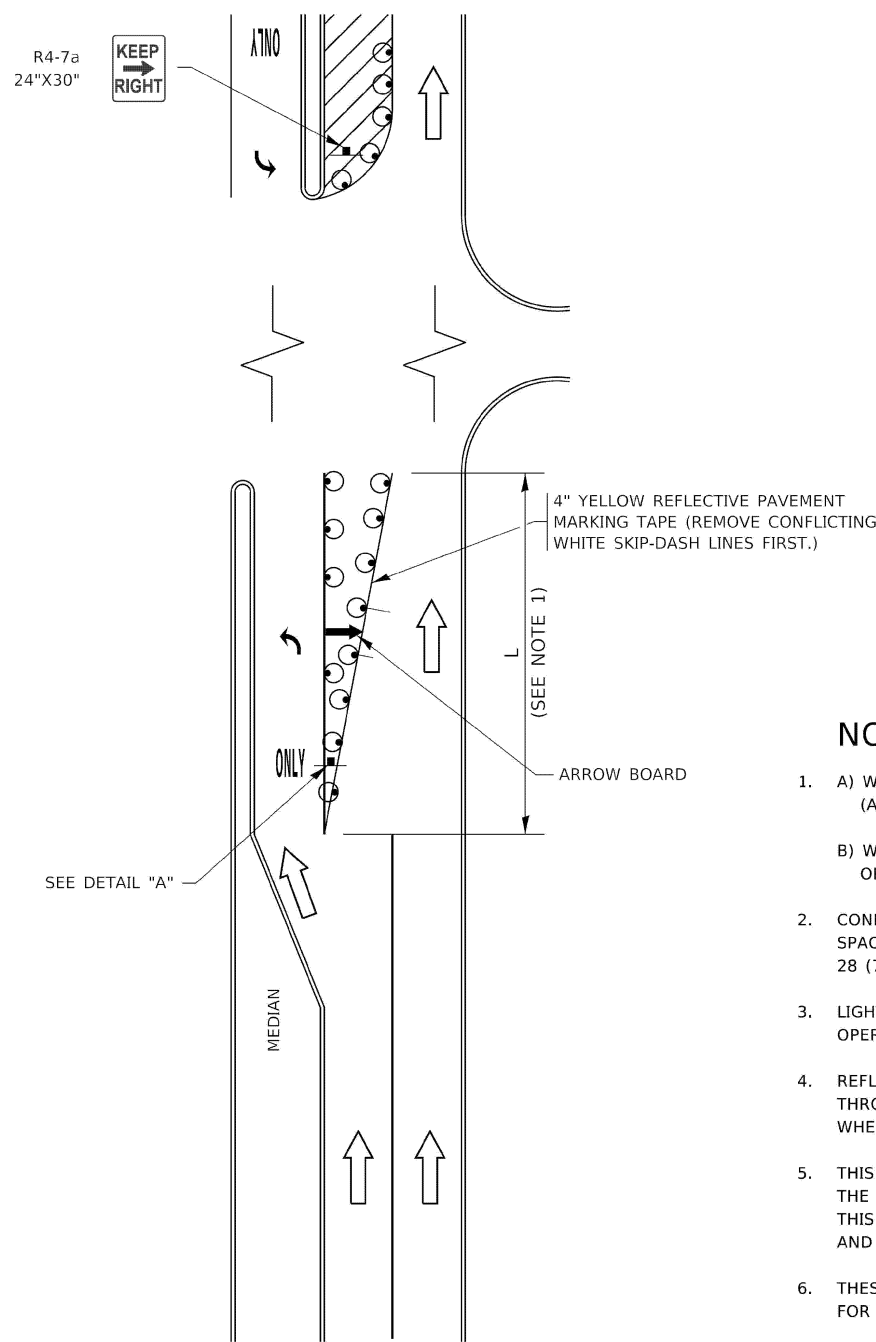

FIGURE 1
- A) WHEN "L" IS $\leq$ THE STORAGE LENGTH OF THE TURN LANE (AS SHOWN IN FIG. 1), USE FIGURE 1.